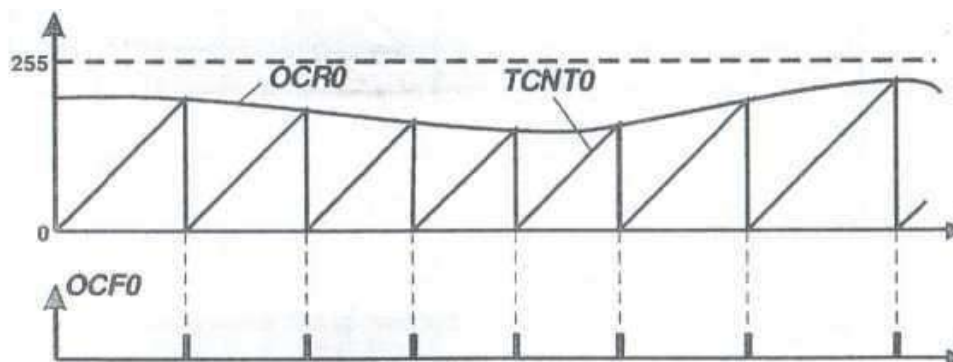

Рис. 3. Режим работы CTC (clear to compare-очистка при совпадении) таймера T0
В режиме фазового ШИМ счетный регистр TCNT0(2) формирует пилообразный сигнал развертки с нарастающим и спадающим фронтами. Сначала регистр инкрементирует свое значение от 0 до 255, а затем происходит его декремент от 255 до 0 (рис. 3, а).
Если при превышении значения, содержащимся в счетном регистре TCNT0(2), значения, содержащегося в регистре сравнения OCR0(2) происходит обнуление вывода OC0(2) таймера, то ШИМ является неинвертирующим (рис.3, б). В противном случае ШИМ - инвертирующий (рис. 3, в).
В нормальном режиме работы счетный регистр TCNT0 изменяется от 0 до 255 и далее продолжает счет. В режиме «очистка при совпадении» значение уставки записывается в регистр OCR0. Когда значение счетного регистра TCNT0 доходит до уставки OCR0, регистр TCNT0 автоматически очищается, а таймер - перезапускается. Этот режим очень удобен при необходимости периодического выполнения каких- либо операций (рис. 3).